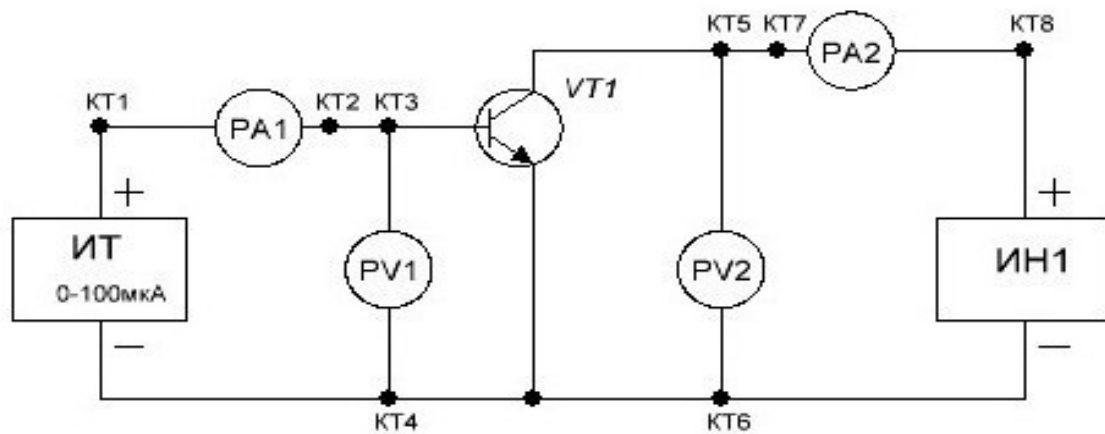

Рисунок 2.4 Схема снятия входной и выходной характеристик биполярного транзистора.
Для понимания работы схем, в состав которых входят транзисторы, очень полезны их входные и выходные вольт-амперные характеристики (**ВАХ**). Схема для снятия **ВАХ** биполярного транзистора, включенного по схеме с общим эмиттером (ОЭ) приведена на рис. 2.4.
1.1 Зарисуйте схему для получения входных и выходных **ВАХ** транзистора (см. рис. 2.4).